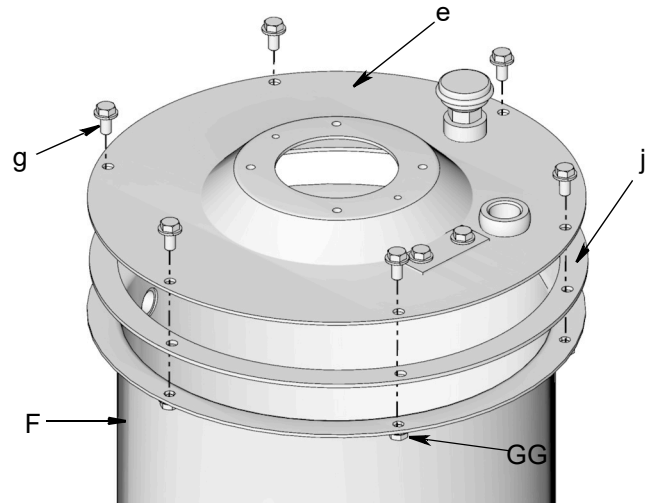

図 5
- ボルト (g) およびナット (gg) (カバー (e) をリザーバー (F) に保持している (図 5) を取り外します。これらのパーツは取り付けに使用します。
- カバー (e) とガスケット (j) (図 5) を取り外します。これらのパーツは取り付けに使用します。